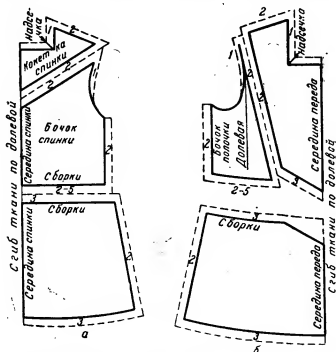

Рис. 165. Подготовка выкройки платья с воланами к раскрою:
**Спинка.** При раскладке выкройки на ткани (рис. 165, а) кокетку спинки укладывают так, чтобы середина ее была по долевой нити и сгибе ткани. Нижнюю часть лифа спинки также укладывают на ткани, чтобы середина ее была по долевой нити и сгибе
**Полочка.** При раскладке выкройки на ткани (рис. 165, б) середину переда лифа укладывают так, чтобы линия середины переда была по долевой нити и сгибе ткани. Боковую часть лифа полочки укладывают так, чтобы линия с обозначением «Долевая», была по долевой нити ткани. Переднее полотно юбки укладывают на ткани так, чтобы его середина была по долевой нити и сгибе ткани.